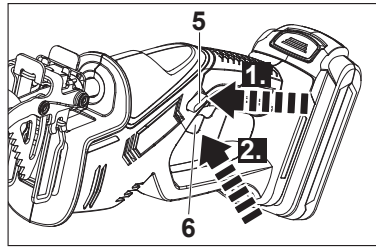

Fig. 13
2. Appuyez sur l'interrupteur marche/arrêt [6] pour mettre en route l'appareil (Fig. 13).